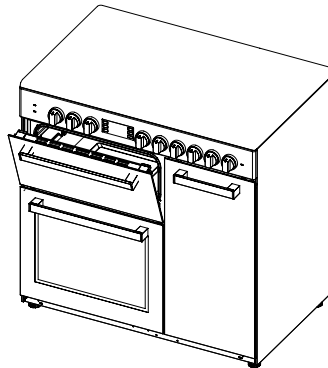

Figure 25
3. Placez le panneau de sécurité sous le panneau de commande en ouvrant la vitre avant du four. (figure 25)